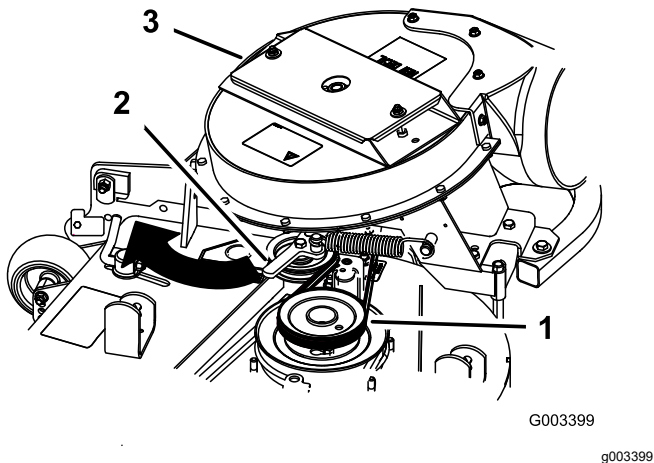

Figura 17
5. Retire la polea tensora tensada con muelle y enrute la correa alrededor de la polea de la carcasa de corte (Figura 17).
Nota: Asegúrese de que la correa pasa correctamente alrededor de las poleas del soplador (Figura 17).